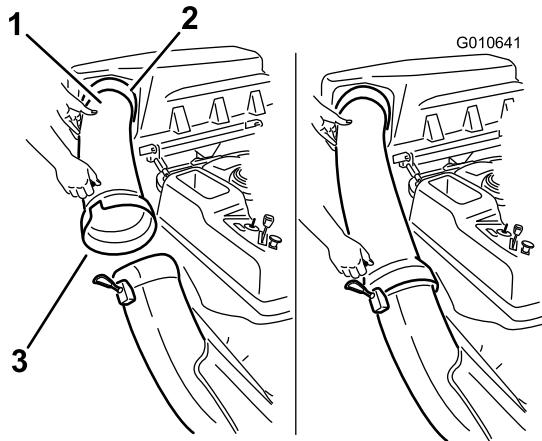

Bild 18
1. Schieben Sie das gekrümmte Ende des Auswurfrohrs in die Öffnung in der Abdeckung des Heckfangsystems (Bild 18).
2. Schieben Sie das breite Ende des Auswurfrohrs über das Ende des Auswurfkanals. Schieben Sie die Gummihalterung auf den Auswurfkanal, bis sie über dem Stift am Auswurfrohr einrastet, und der Auswurfkanal befestigt ist (Bild 18).